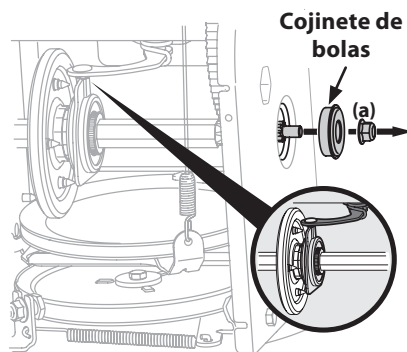

Figura 4-21
- Extraiga con precaución la tuerca hexagonal (a) que sujeta el eje hexagonal al marco del equipo y golpee ligeramente el extremo del eje a fin de desplazar el cojinete de bolas del lado derecho del marco. Consulte la Figura 4-21.
NOTA: Compruebe que el pasador de la palanca de cambios esté en su lugar en el alojamiento del cojinete. Consulte el recuadro la Figura 4-21 inset.